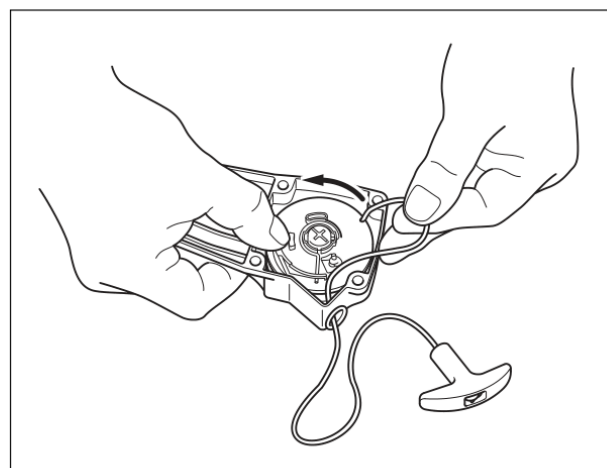

Fig. 9-5
- 3 Avant d'installer la bobine dans le boîtier, enroulez la corde sur la bobine dans le sens de la flèche (Fig. 9-5), sortez le troisième tour de corde de l'encoche, puis installez solidement la bobine dans le boîtier afin que l'extrémité intérieure du ressort accroche le crochet. Tenez ensuite la corde comme indiqué et faites tourner la bobine de 4 à 5 tours dans le sens de la flèche via l'encoche. Une fois l'enroulement terminé, maintenez fermement la bobine pour l'empêcher de tourner en sens inverse, tirez la poignée pour tendre la corde puis relâchez-la lentement. Remontez les pièces dans l'ordre inverse du démontage (Fig. 9-2) et serrez fermement la vis de blocage.